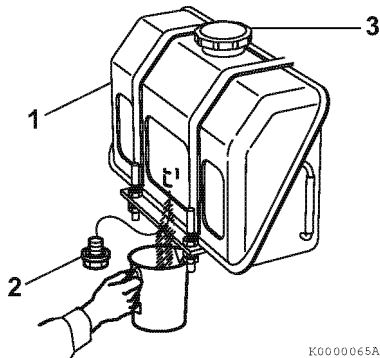

Рисунок 7
1. Поместите под топливным баком (Рисунок 7, (1)) разрешенную емкость для сбора загрязнителей.
2. Снимите крышку (Рисунок 7, (3)) с топливного бака.
3. Извлеките из дна бака сливную пробку (Рисунок 7, (2)), чтобы слить загрязнители (воду, грязь и т.п.).